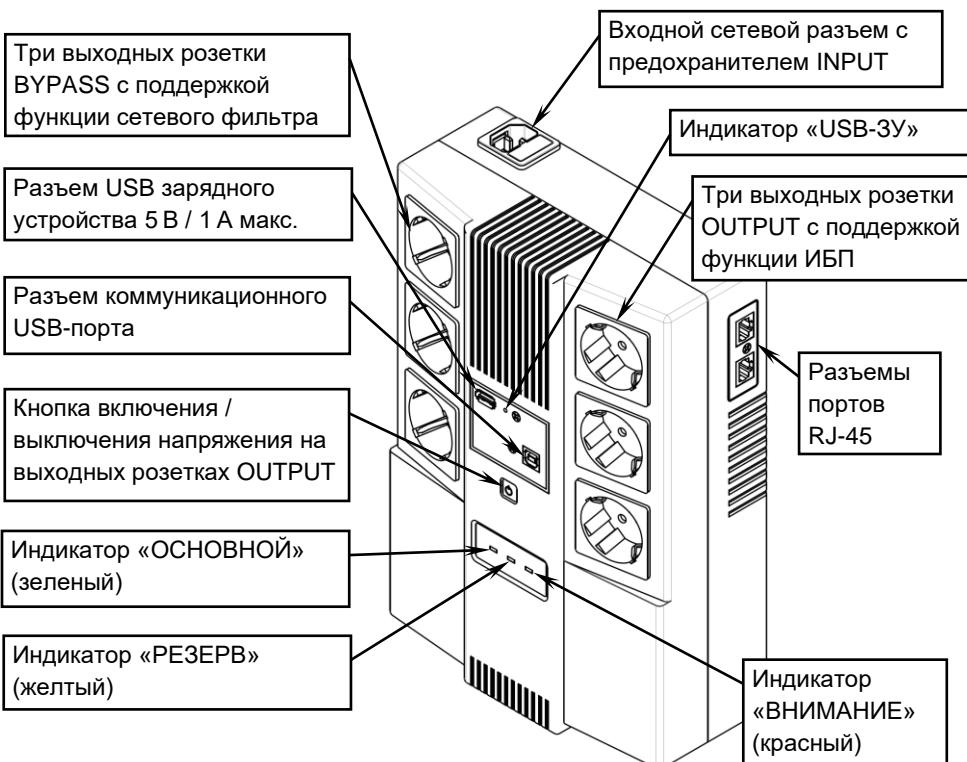

Рисунок 1 — Общий вид изделия спереди
- возможность оперативного выключения/включения напряжения на выходах с функцией ИБП кнопкой, размещенной на передней панели (см. рисунок 1).
Источник имеет (см. рисунок 1):
После подключения изделия к источнику сетевого напряжения (см. раздел УСТАНОВКА И ПОДКЛЮЧЕНИЕ) включается индикатор «USB-ЗУ» (см. рисунок 1), на выходных розетках BYPASS (с функцией сетевого фильтра) появляется выходное напряжение, изделие осуществляет заряд встроенной АКБ, зарядное устройство USB активно.
Включение ИБП осуществляется кнопкой  (см. рисунок 1). После включения, в течение некоторого времени тестируется состояние входного сетевого напряжения, звучит длинный звуковой сигнал, все индикаторы светятся. Если уровень сетевого напряжения находится в допустимом диапазоне, изделие подает выходное напряжение на розетки OUTPUT, индикаторы «РЕЗЕРВ» и «ВНИМАНИЕ» гаснут, индикатор «ОСНОВНОЙ» остается включенным. В противном случае ИБП включается в режим питания от АКБ (режим «РЕЗЕРВ»), индикатор «ОСНОВНОЙ» гаснет, а индикатор «РЕЗЕРВ» остается включенным. Зарядное устройство USB остается активным.
Подключение изделия следует выполнять при отключенном сетевом напряжении питания в следующей последовательности (см. рисунок 1):